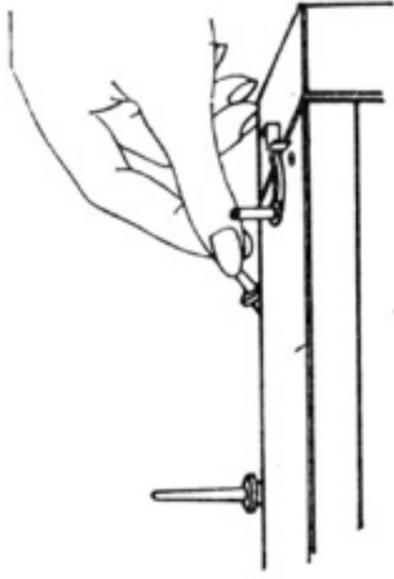

Рис. 8
**10. Стержни для катушек (рис. 8)**